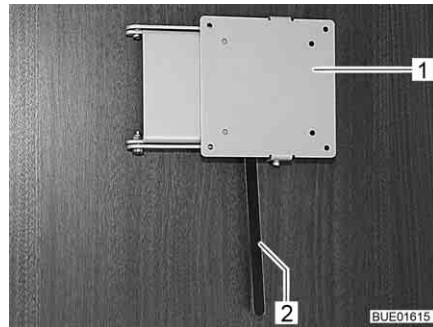

Fig. 51 Soporte con palanca de desbloqueo
- Empujar la palanca de desbloqueo (Fig. 51,2) hacia el lado y girar el soporte (Fig. 51,1) junto con la pantalla plana a la posición deseada.
- Girar la pantalla plana hacia la posición inicial hasta que el soporte (Fig. 51,1) engatille en el bloqueo.